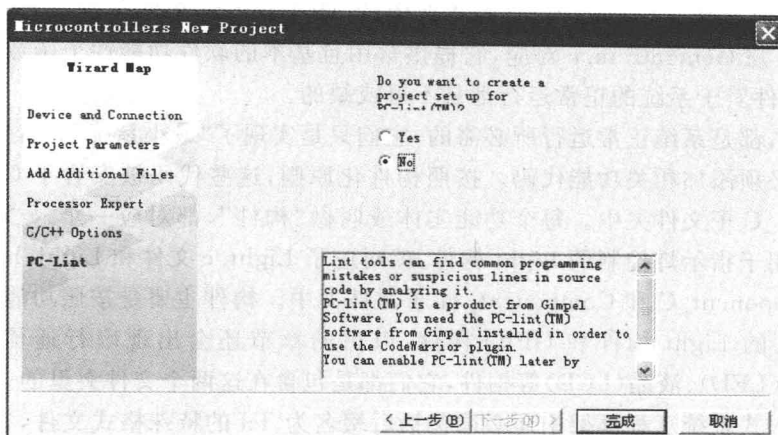

图 1-8 是否采用 PC-Lint
(7) 如图 1-8 所示,选择是否采用 PC-Lint,一般选择 No,单击“完成”按钮,操作结束。